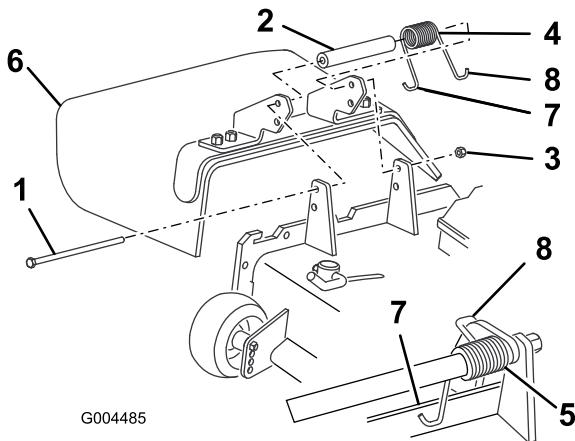

Figura 25
- Retire a porca de bloqueio, o parafuso, a mola e a cunha que fixam o deflector aos apoios de articulação (Figura 25). Se o deflector de relva estiver danificado ou gasto, retire-o.
3. Coloque a anilha e a mola entre os suportes de substituição do deflector de relva (Figura 25). Coloque a extremidade esquerda em gancho J da mola por trás da extremidade do cortador.
Nota: Certifique-se de que a extremidade esquerda em gancho J da mola está por trás da extremidade do cortador antes de colocar o parafuso como se mostra em Figura 25.
4. Coloque o parafuso e a porca. Coloque a extremidade direita em gancho J da mola à volta do deflector de relva (Figura 25).